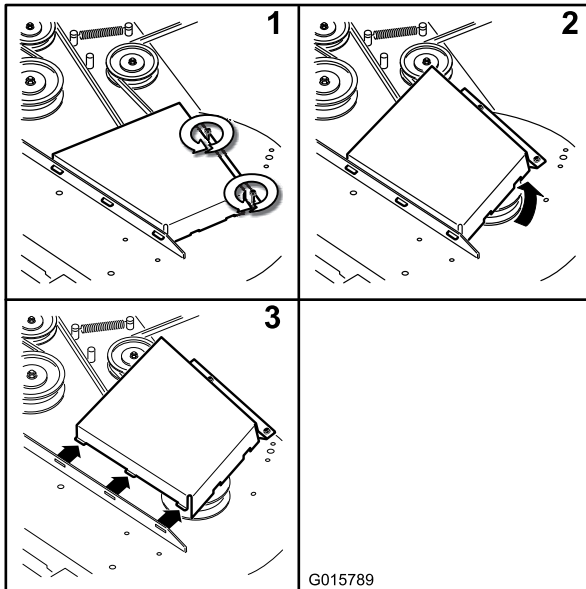

Figura 66
4. Retire las cubiertas de la correa (Figura 66).